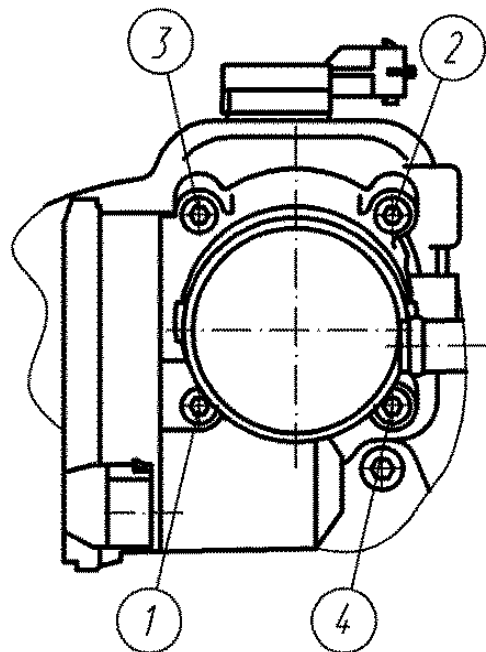

Рис.96. Последовательность затяжки винтов крепления дросселя
9. Установить и закрепить к ресиверу дроссель с прокладкой. Винты крепления затягивать в последовательности, указанной на рис.96.